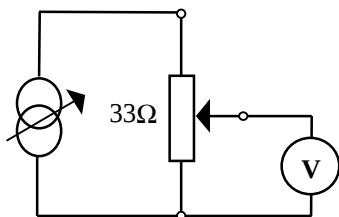

FIGURA 1.2. Montaje para medir voltaje en A.C.
1. Arme el circuito como lo indica la Figura 1.2. Utilice el multímetro analógico como voltímetro.